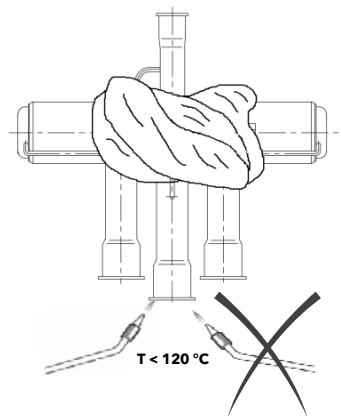

Fig. 2
- Before soldering the valve connections, remove the coil from the valve body. Solder the four valve connections using a special alloy (Sil-Fos 15). Use a wet rag on the valve during the soldering process. Make sure the valve body temperature remains under 120 °C (248 °F) during soldering (see Fig. 2).
- Prima di brasare le connessioni della valvola rimuovere la bobina dal corpo valvola. Brasare le quattro connessioni della valvola usando una lega specifica (SilFos 15). Usare uno straccio bagnato sulla valvola durante il processo di brasatura. Non surriscaldare il corpo valvola oltre i 120 °C (248 °F) durante la saldatura (vedi Fig. 2).
- Antes de soldar las conexiones de la válvula retire la bobina del cuerpo de la válvula. Suelde las cuatro conexiones de la válvula usando una aleación específica (SilFos 15). Use un trapo mojado en la válvula durante el proceso de soldadura. No recaliente el cuerpo válvula más allá de los 120 °C (248 °F) durante la soldadura (ver Fig. 2).
- Die Spule vor dem Löten der Ventilanschlüsse aus dem Ventilgehäuse nehmen. Die vier Ventilanschlüsse mit einer spezifischen Legierung (SilFos 15) löten. Beim Löten ein feuchtes Tuch auf das Ventil legen. Das Ventilgehäuse beim Löten nicht über 120 °C (248 °F) erhitzen (siehe Abb. 2).
- Avant de braser les connexions de la vanne, sortir la bobine du corps de la vanne. Braser les quatre connexions de la vanne en utilisant un alliage spécifique (Sil-Fos 15) Poser un chiffon mouillé sur la vanne durant le brasage. Ne pas surchauffer le corps de la vanne durant le soudage (température maxi 120 °C (248 °F)) (voir Fig. 2).